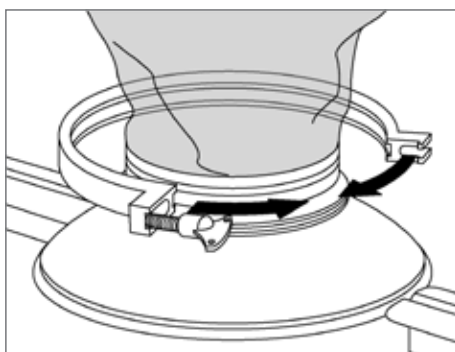

Fig. 69
- Conecte la brida sanitaria de 4" de la bolsa de polvo al reductor de 8" | 4" (ver Fig. 69)